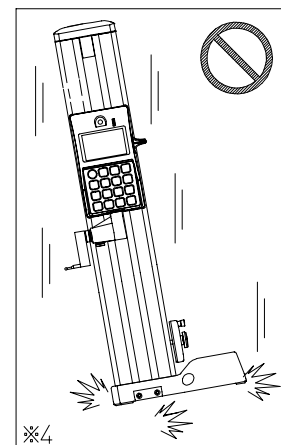

図 4
- ・ 過度の力や落下などの衝撃を加えたり、電池交換のために電池カバーを取り外したりする以外に中を分解することはしないでください。(図 4)